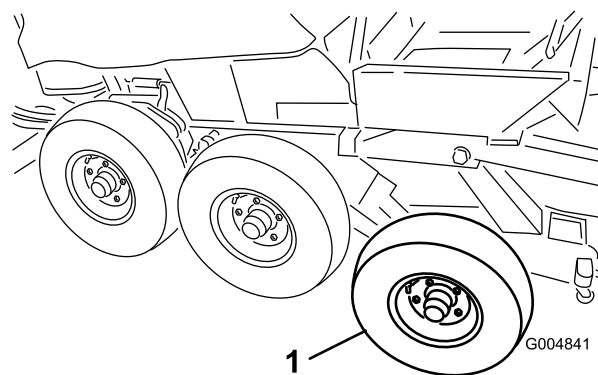

Figure 47
19. Déposez les pneus avant et central du châssis d'hiver (Figure 47).